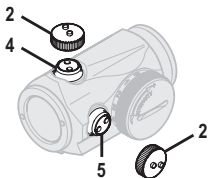

Рис. 2. Снятие колпаков
- a Снимите крышки для линз (3).
- b Поверните поворотный переключатель (8) по часовой стрелке до положения, при котором прицельная точка будет достаточно хорошо видна на фоне мишени.
- c Чтобы воспользоваться винтом вертикальной (4) и горизонтальной (5) регулировки, снимите колпак регулировочного механизма (2). См. рисунок 2.
- d Для проворачивания регулировочных винтов используйте колпак регулировочного механизма (2) или ключ (11А). Установите выступы колпака регулировочного механизма (2) в углубления регулировочных винтов (4) и (5).